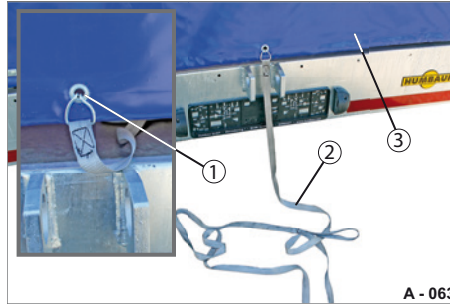

Abb. 68 Planenteil aufrollen
- ▶ Entnehmen und halten Sie den Bediengurt (Abb. 68/2).
- ▶ Lassen Sie das Planenteil (Abb. 68/3) langsam aufrollen.